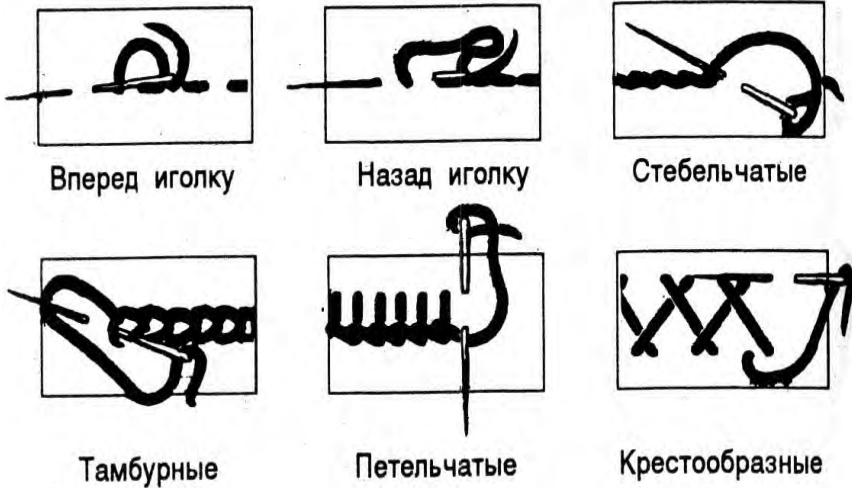

Рис. 2.1. Виды отделочных ручных стежков
3. Выполнить отделочные ручные стежки по рис. 2.1.